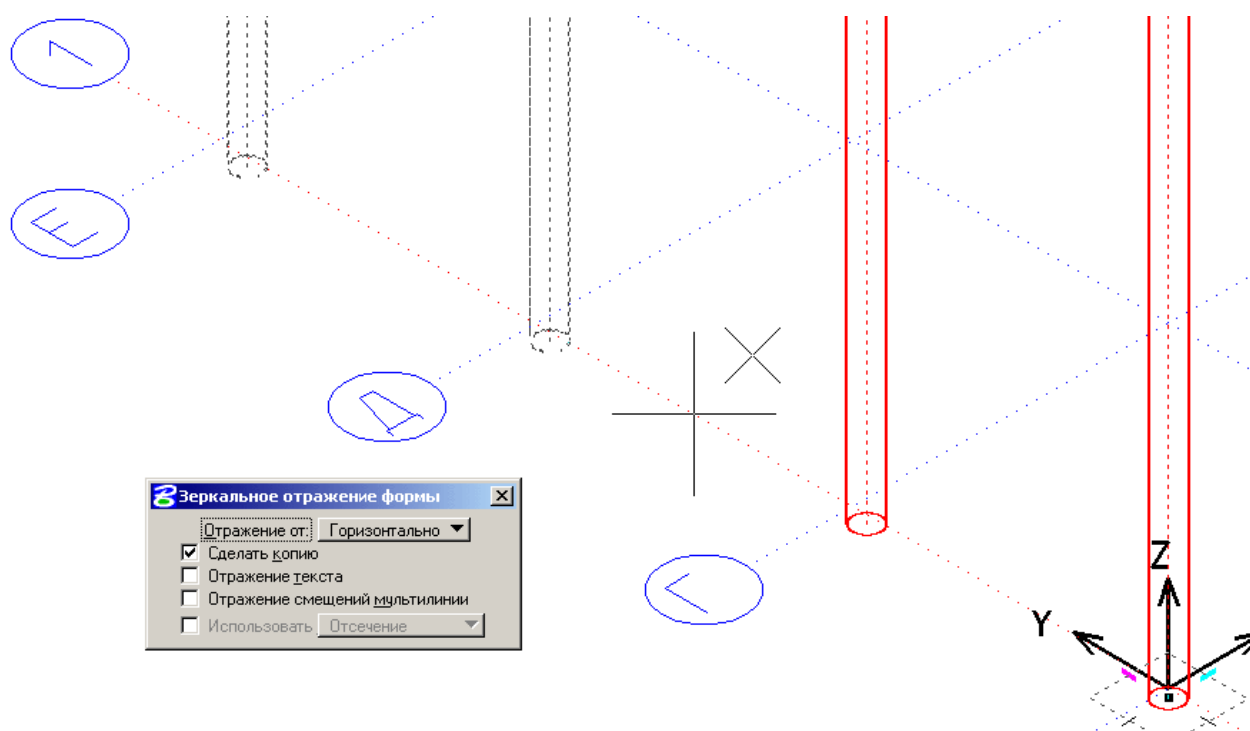

Рисунок 27
- Установить следующие параметры в диалоговом окне (Рисунок 27):
- Привязаться в точке посередине между осью Г и Д (Рисунок 27).
- Посмотреть координаты точки в строке состояния (рис. 27). Истинные координаты должны быть **137, 8863, -226**.